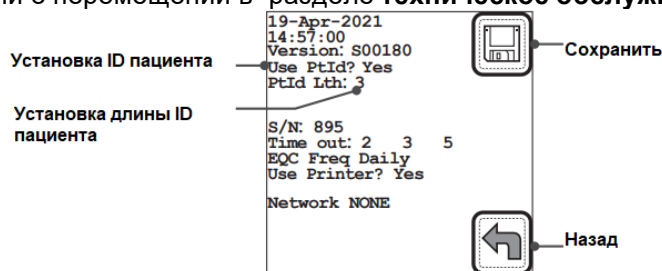

Рисунок 73: Настройка ID пациента
3. Нажмите клавишу Параметр  для отображения настройки время ожидания (Рисунок 73 (стр. 61)). См. Приложение «ПО прибора – настройки и журналы прибора» (Стр. 92) для получения информации о перемещении в разделе **техническое обслуживание**.